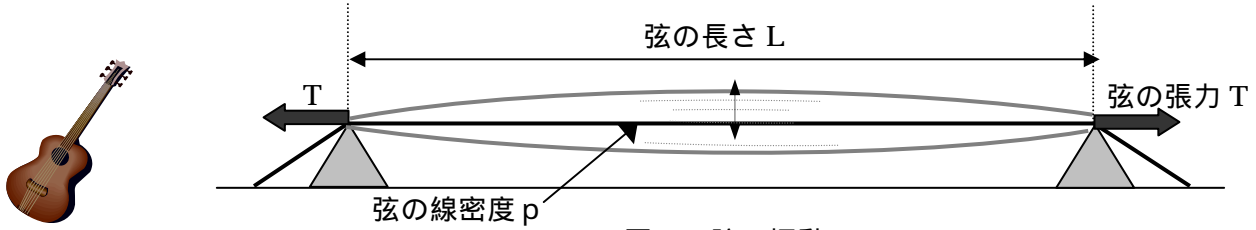

図1 弦の振動
<p>ギター、電子ギター、バイオリン、三味線、ピアノ等の楽器は、弦を指やピック、バチで弾いたり、ハンマーでたたいたりすることで、弦を振動させて音を発生させています。各楽器の弦の振動の基本的な仕組みは、図 1 の通りで、発生する音の高さは、弦の振動の仕方です。この弦の固有の振動数（<math>f_n</math>）は、弦の長さ（<math>L</math>）、線密度（<math>p</math>）、張力（<math>T</math>）を用いて、次の式から計算されます。</p> $v_n = \frac{n}{2 \cdot L} \sqrt{\frac{T}{p}} \quad (n = 1, 2, 3 \dots) \quad (1)$ <p>(1) 式からもわかるように弦の固有振動では、</p> $v = \frac{1}{2 \cdot L} \sqrt{\frac{T}{p}} \quad (2)$ <p>(2) 式の整数倍の振動（図 2）が起こり、各振動に対応した音が重なって発生します。この振動数の大きさが、音階となり、複数の音階の重なりによって楽器の音色が決まります（図 3）。</p> <p>このように楽器の音色を調節する際には、弦を張るときの強さと弦の線密度（弦の長さ、重さから算出）の比の平方根が計算できれば、どのような音となるか容易に推定できる。また弦楽器の製作する際にも、どのような音色が実現できるのか、この式を用いて推定が可能なのです。</p>